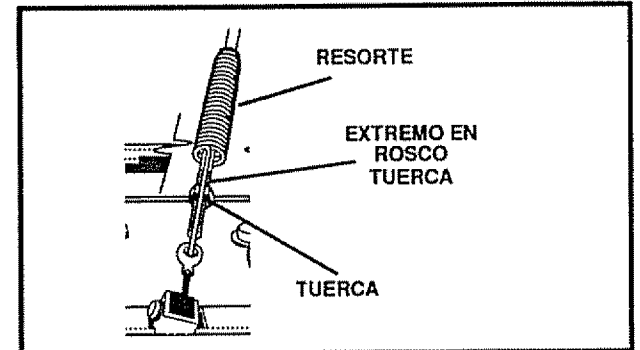

FIG. 24
- Rote la varilla de ajuste hacia adentro o hacia afuera a fin de permitir una holgura de 1/8 de pulgada aproximadamente entre la muesca en la brida y el diámetro exterior del serpiente (Véase Fig. 24).
- Empuje el cable a través del resorte (Véase Fig. 24) para exponer la porción roscada del cable.